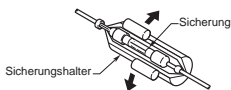

Abbildung 9
- Sollte die Sicherung herausspringen, überprüfen Sie bitte die Anschlüsse. In diesem Fall ist die Sicherung durch eine neue mit derselben Stärke wie die ursprüngliche zu ersetzen. (Abbildung 9)